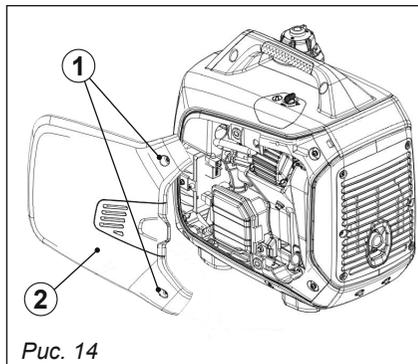

Рис. 14
2. Отвинтите крепежные винты **①**, а затем снимите боковую крышку **②** (рис. 14).